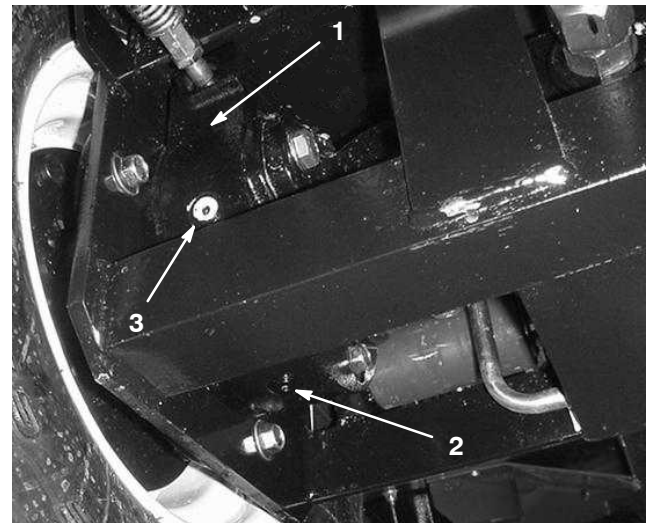

Bild 70
4. Stellen Sie ein Auffanggefäß unter das Bremsgehäuse an der anderen Seite des Rades (Bild 70).